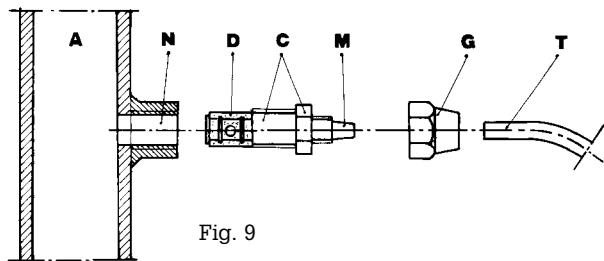

Fig. 9
- g. - Choisir le point d'injection le plus approprié sur la conduite de l'installation à traiter, et fixer un raccord 3/8" Gaz femelle. Ce raccord n'est pas compris dans la fourniture. Visser la canne d'injection dans le raccord en utilisant une garniture en PTFE (fig. 9). Raccorder le tube à l'embout conique de la canne d'injection et la bloquer avec l'écrou G. prévu . La canne d'injection est aussi un clapet anti-retour.
### 3.1 - SCHEMA DE MONTAGE DE L'INJECTION (FIG. 9)